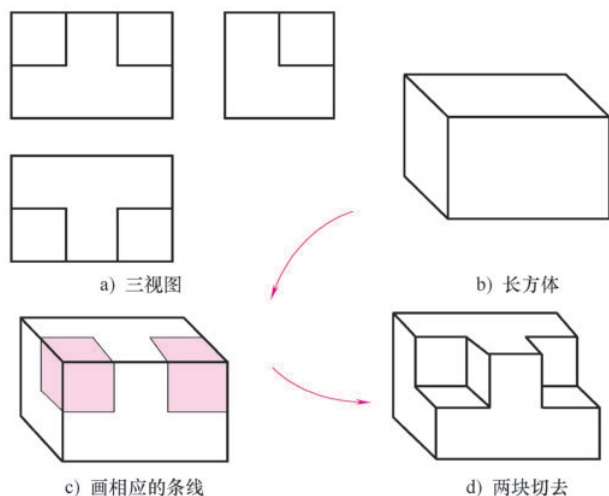

图 1-18 看懂三视图做模型
**例 2** 看懂三视图，做出物体模型或用软件绘制三维立体图，如图 1-18 所示。